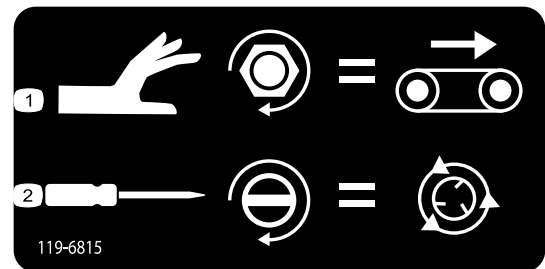

Figura 47
- Para ajustar la velocidad del Suelo (Figura 47), gire el pomo en sentido horario. Utilice la velocidad máxima del suelo del sistema operativo codificado por colores si no dispone de flujo hidráulico. Este ajuste resulta de utilidad si la tolva está llena de arena.
- Para ajustar la velocidad de los rotores (Figura 47), utilice un destornillador con cabezal plano para aumentar la velocidad de los rotores, girando el tornillo en sentido horario o para reducir la velocidad de los rotores, girando el tornillo en sentido antihorario.